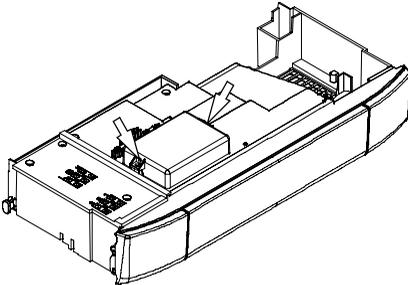

fig. 5.12
Svitare le viti e rimuovere il coperchio copri morsettiere fig. 5.12
- Togliere le due viti indicate in fig. 5.12 e aprire il coperchio della morsettiere collegamento **sonda esterna e comando remoto**.